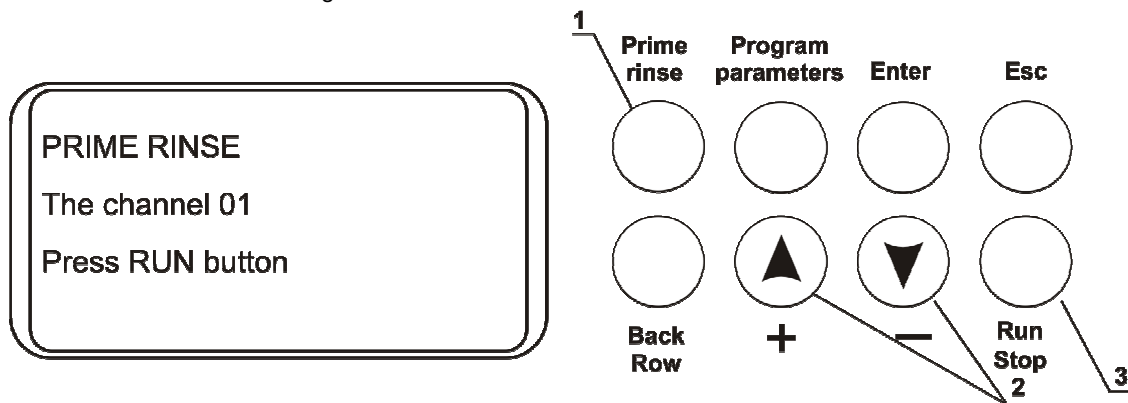

Abb. 10 Funktion Erste Spülung
- 5.2. Drücken Sie **Prime rinse** (Erste Spülung) (Abb. 10/1), und die Meldung „PRIME RINSE, the channel 01“ („ERSTE SPÜLUNG, der Kanal 01“) erscheint auf dem Display.
Wählen Sie mit den Tasten **+** und **-** (Abb. 10/2) den richtigen Kanal aus.
Drücken Sie die Taste **Run/Stop** (Laufen/Stop) (Abb. 10/3), und das System führt einen Spülgang durch.